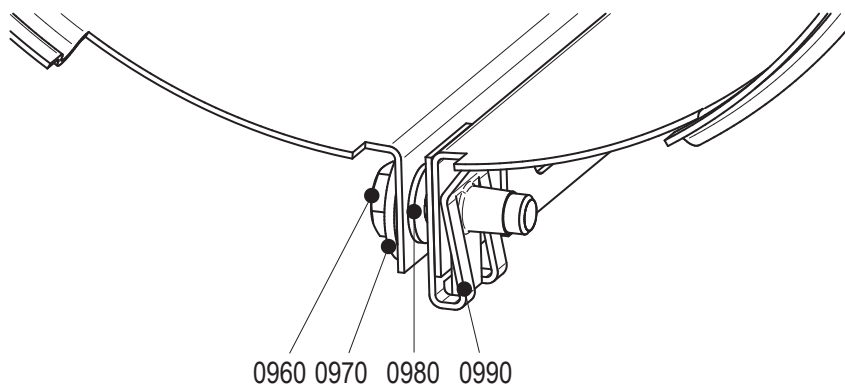

Figura 10: Montaggio della camicia di protezione.
- 1 Allentare i bulloni (0960). Vedere il figura 10.
- 3 Chiudere la camicia di protezione e applicare una vite (0960). Vedere il figura 10.
- Chiudere la camicia di protezione e montare una vite (0230) e una vite (0960). Vedere il figura 10.